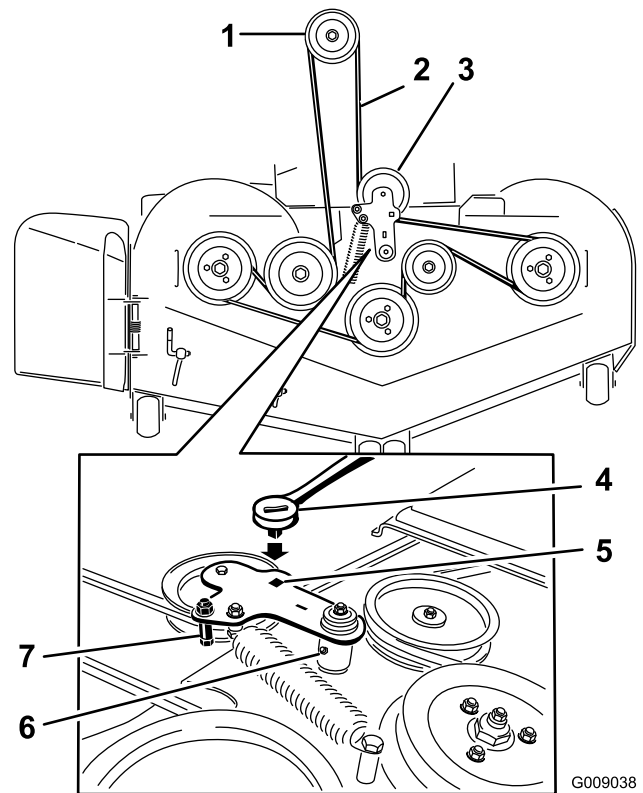

Bild 81
7. Setzen Sie eine Ratsche in das rechteckige Loch im Spannarm ein, um die Spannung an der Spannscheibenfeder zu lösen (**Bild 81**).
9. Nehmen Sie die Riemenschutzvorrichtung am gefederten Spannarm ab, wie in **Bild 81** dargestellt.
11. Verlegen Sie den neuen Riemen um die Mähwerk- und Bremsspannscheiben unter dem Motor (**Bild 81**).
12. Nehmen Sie die Riemenführung am Spannarm ab, wie in **Bild 81** dargestellt.
13. Setzen Sie die Spannscheibenfeder mit der Ratsche im rechteckigen Loch ein (**Bild 81**).